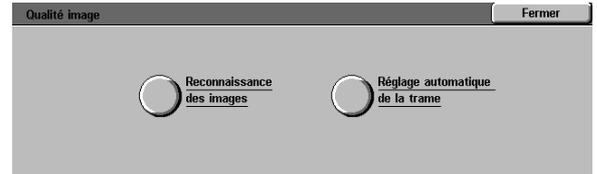

Figure 46 : Ecran Qualité image
- 2 Appuyez sur la touche **Reconnaissance des images** pour afficher l'écran correspondant (figure 46).